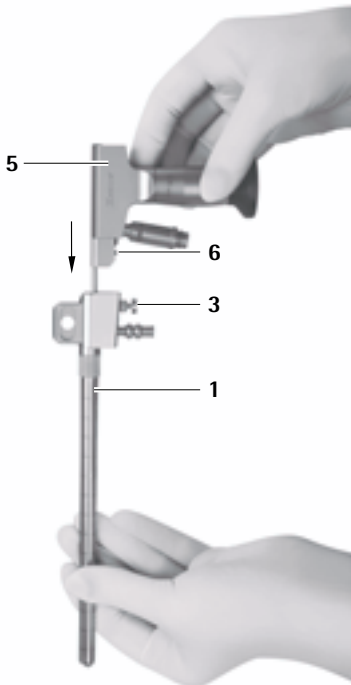

Fig. 2
- Verrouiller l'endoscope **5** dans le trocart MINOP inVent **1**, voir Fig. 2.